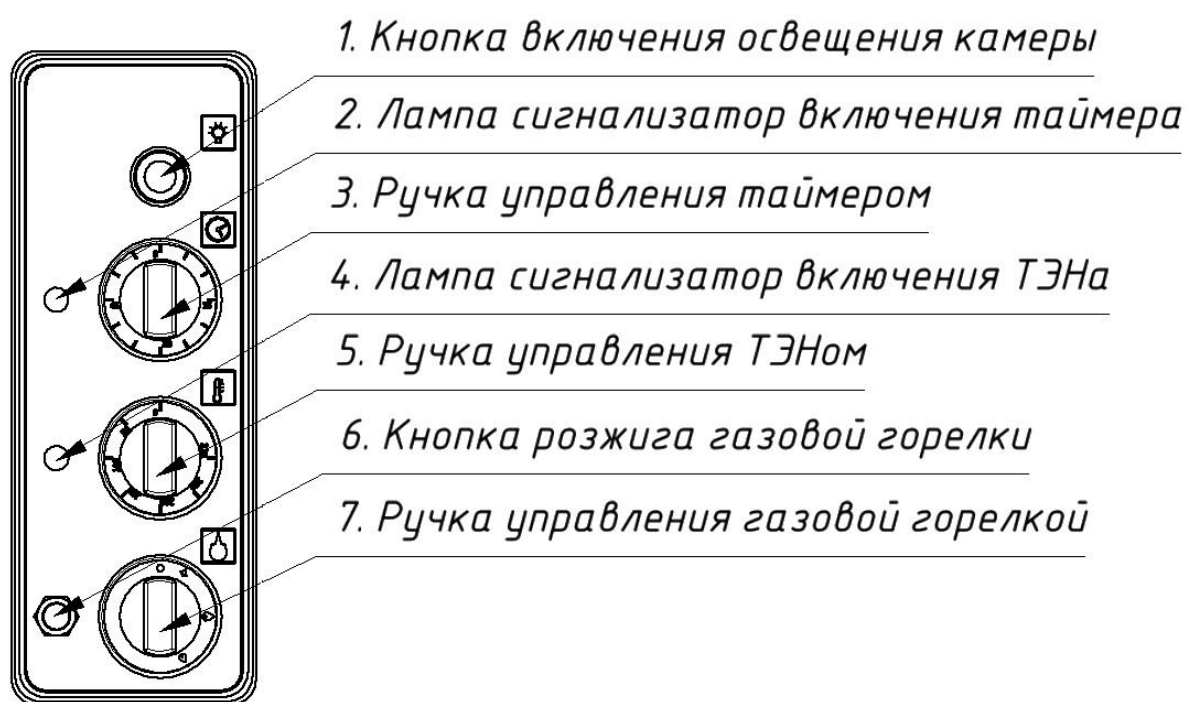

Рисунок 4 – Панель управления комбинированной духовки
5.2. Панель управления комбинированной духовки с элементами управления показана на рис. 4.
8.8. Включение электрического ТЭНа жарочной камеры производится ручкой (рис.4), расположенными в средней части пульта управления духовки (регулирование бесступенчатое) необходимо установить ручку переключателя (рис.4) в положение, соответствующее требуемой температуре, при этом загорается сигнальная лампа (рис.4). При достижении заданной температуры рабочего объема жарочной камеры нагреватель автоматически отключается и лампа гаснет. При уменьшении температуры ниже заданной, нагреватель включается и цикл повторяется.
8.9. Включение газовой горелки производится при открытой двери духовки. Нажать кнопку розжига (рис. 4), не отпуская ее, нажать и повернуть против часовой стрелки ручку крана горелки на наибольшее значение (рис.4), удерживать ее нажатой не менее 20-30сек, для включения в работу термопары газового крана. Визуальный контроль розжига горелок осуществляется через отверстия в дне.
8.10. При выпечке для удобства можно использовать таймер. Для включения таймера нужно повернуть ручку (рис.4) по часовой стрелке до нужного времени выпечки, при этом загорится сигнальный индикатор (рис.4), по истечении установленного времени раздастся звонок и индикатор погаснет.